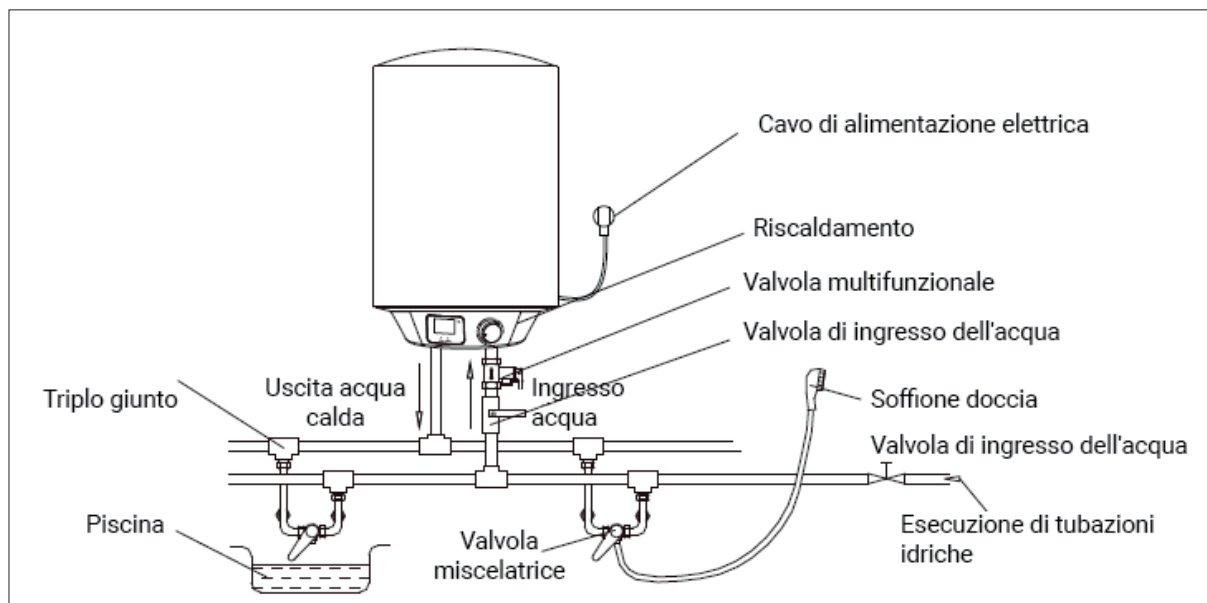

Fig.4
- Se l'utente desidera installare un sistema di alimentazione a più vie, fare riferimento al metodo illustrato nella Fig. 4 per il collegamento delle tubazioni.